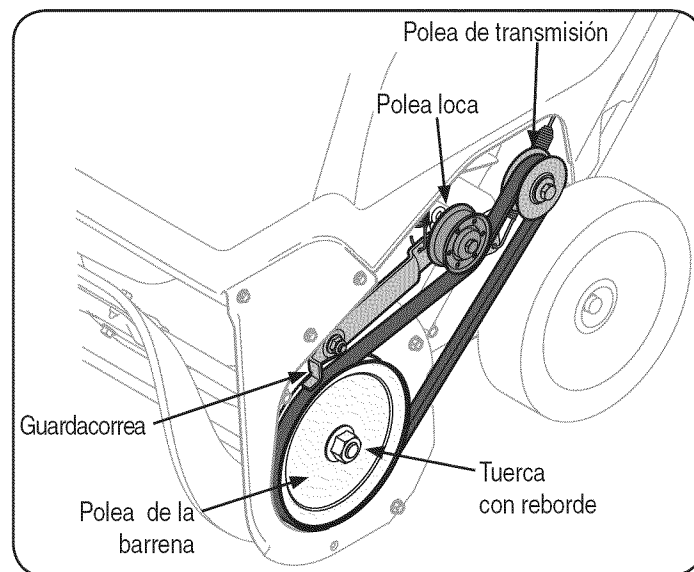

Figura 24
6. Extraiga la polea de la barrena y la correa. Para volver a colocar la correa siga estas instrucciones y consulte la Figura 24: